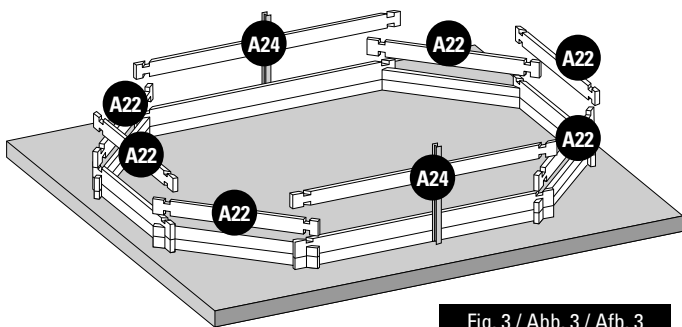

Fig. 3 / Abb. 3 / Afb. 3
- EN 3rd LAYER OF BOARDS:** Install the third layer of boards as shown in figure 3. The position of the refilling fitting with the key and the skimmer should be defined at the start of the assembly (read the specific paragraphs).
- FR 3^{ÈME} RANGÉE MADRIERS :** Positionnez les madriers de la 6ème rangée conformément à la figure 3. Vous devez avoir déterminé l'emplacement de la buse de refoulement et du skimmer dès le début du montage (voir paragraphes spécifiques).
- DE 3. BRETTERREIH:** Platzieren Sie die Bretter der dritten Reihe laut Abb. 3. Zu Beginn der Montage müssen Sie die Lage des Druckventils und des Skimmers festlegen (lesen Sie hierzu die entsprechenden Abschnitte).
- NL 3ª RIJ PLANKEN:** Plaats de planken van de derde rij zoals te zien is op afbeelding 3. U moet al bij aanvang van de montage bepalen op welke plaats het uitstroommondstuk en de skimmer moet komen (less de betreffende paragrafen).